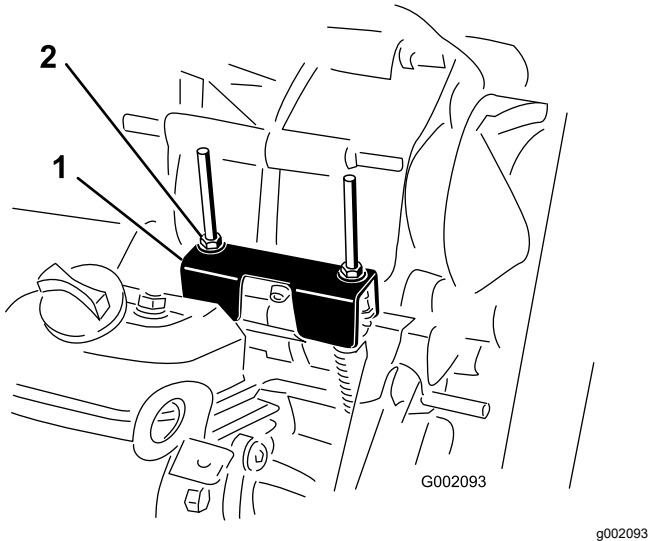

Figure 58
Lors des entretiens courants et/ou des diagnostics du moteur, vous devez placer la boîte-pont au POINT MORT (Figure 58). La position POINT MORT
2. Vérifiez que la patte de réglage du point mort est à la position POINT MORT (au même niveau que le support de fixation du câble situé sous la patte d'inversion de marche) en tournant l'embrayage d'entraînement (Figure 58).
3. Tournez un des contre-écrous (Figure 58) pour obtenir un espace de 0,76 à 1,52 mm (0,03 à 0,06 po) entre le bas de l'écrou/la rondelle et la patte de réglage du point mort.